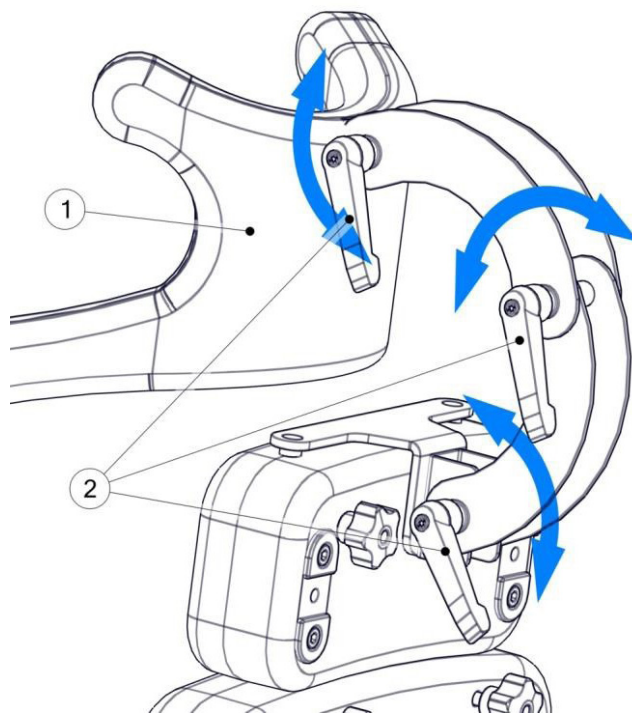

рис. 21
Для регулировки подголовника (1) ослабьте рукоятки (2), установите подголовник в требуемое положение и затяните рукоятки. Рис. 21.